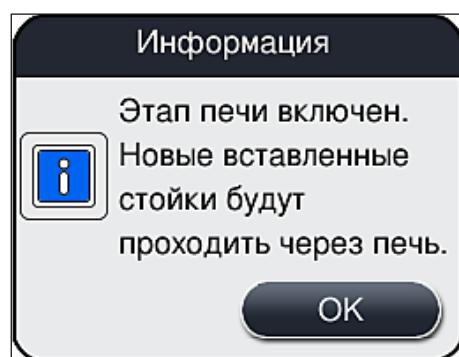

Рис. 37
- Подтвердите конфигурацию нажатием кнопки Сохранить (→ Рис. 33-5), после чего ознакомьтесь с информационным сообщением на дисплее (→ Рис. 37) и подтвердите его нажатием **OK**.